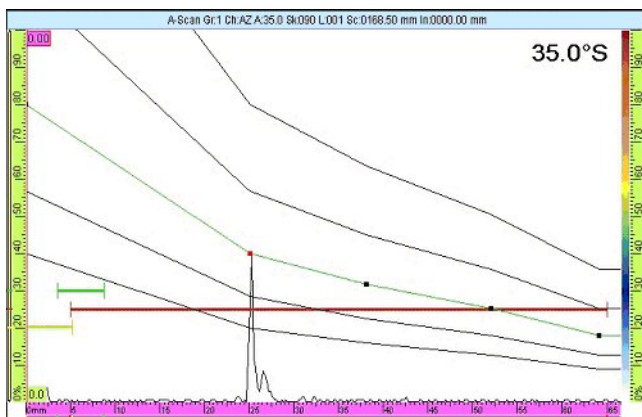

Рис. 6-7 Кривая DAC на следующем сигнале
- b) Настройте значение параметра **Амплитуда** для перемещения кривой DAC к максимуму сигнала от отражателя (см. Рис. 6-7 на стр. 173).